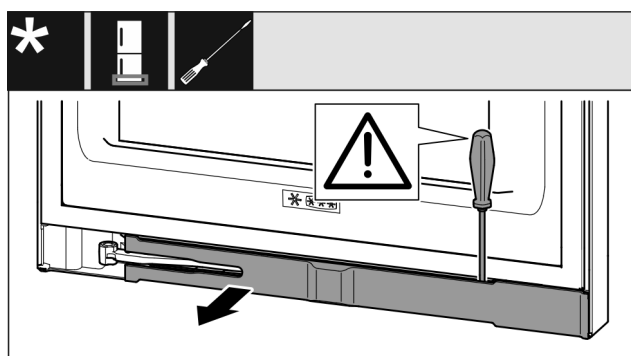

Fig. 13
- Plochým šroubovákem vyjměte záslepku a otočte ji ke straně. (viz Fig. 13)